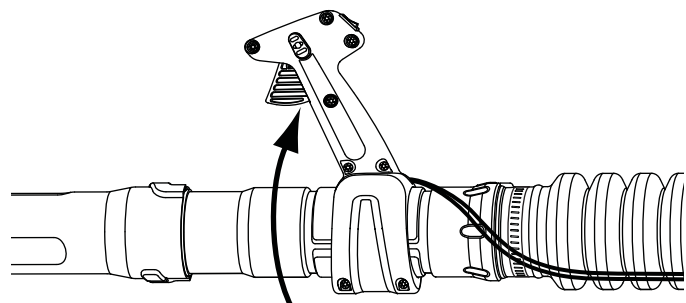

Fig. 8
3. Aligner la poignée de la manette des gaz avec l'encoche la plus proche de la position idéale et tourner la poignée de la manette des gaz dans le sens des aiguilles d'une montre en position verticale (Fig. 8).